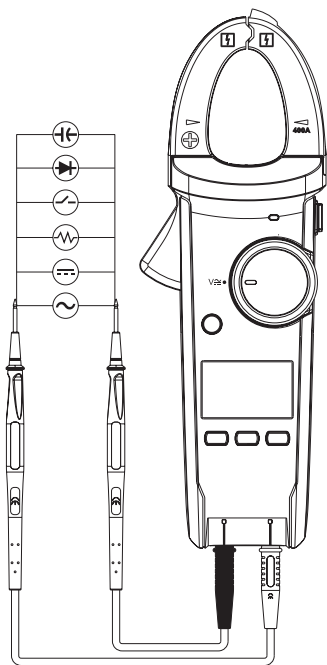

Fig. 1
1. Brancher le câble de mesure rouge au connecteur de mesure $V\Omega$ et le câble de mesure noir au connecteur de mesure COM. Se reporter à la fig 1
3. Brancher les deux pointes de touche à l'objet à mesurer. Lorsque la tension d'entrée (CC) est négative, un Moins s'affiche devant la valeur de mesure.
1. Branchez la fiche du câble de mesure noir dans le connecteur de mesure « COM » et la fiche du câble de mesure rouge au connecteur de mesure rouge « V/ Ω ». Se reporter à la Fig. 1
2. Brancher les deux pointes de touche à l'objet à mesurer Fig. 1
2. Mettre les pointes de touche en contact avec l'objet à mesurer et si possible respecter la polarité si elle est connue, par ex. dans le cas d'une diode la pointe de touche rouge sur l'anode et la noire sur la cathode Fig 1.
2. Appliquer les pointes de touche à l'objet de la mesure Fig. 1.